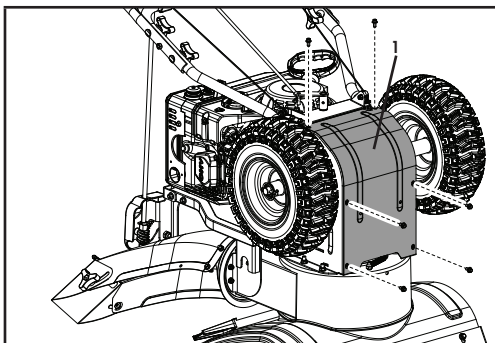

Figure 31
- Enlevez le couvercle de la base du châssis (1) du dessous de la souffleuse à neige en enlevant les 6 vis M6 x 16 qui le retiennent (figure 31).